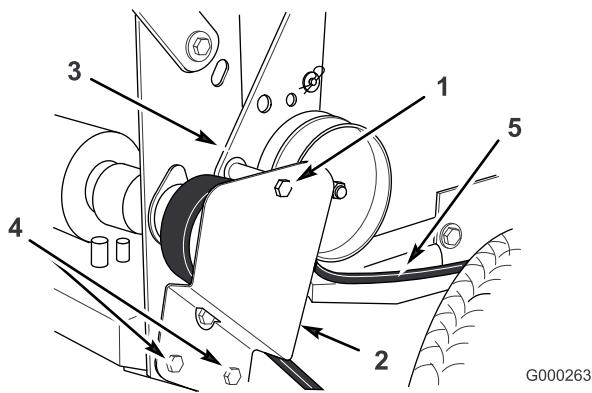

Figura 40
- Retire el tornillo de caperuza que fija los soportes de la polea tensora al bastidor trasero (Figura 40).
- Afloje los dos tornillos de montaje inferiores lo suficiente para que la correa pueda pasar entre la polea de transmisión y el soporte de la polea tensora (Figura 40).
- Coloque el tornillo de caperuza que fija los soportes de la polea tensora al bastidor trasero (Figura 40).
- Apriete los dos tornillos de montaje inferiores lo suficiente para que la correa pueda pasar entre la polea de transmisión y el soporte de la polea tensora (Figura 40).